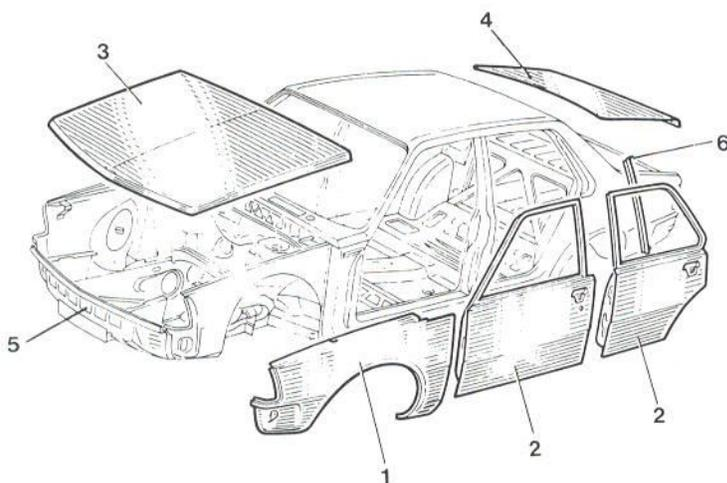

Figura 4. La zona de planchas de revestimiento, que son las destacadas en esta figura, son las que más corrientemente vamos a tener que reparar.
2° Las abolladuras producidas en las partes más o menos centrales de las planchas de revestimiento suelen ser de fácil reparación ya que no afectan al resto de sus planchas vecinas. Nuestro campo de acción lo encontraremos preferentemente en las aletas de protección de las ruedas (1, en la figura 4), en la plancha de revestimiento de las puertas (2) y en el capó, tanto el delantero como el trasero (3 y 4 respectivamente). Los golpes en la calandra (5) y en el panel trasero (6) deberán ser estudiados cuidadosamente pues en estas lonas se encuentran travesaños de alta resistencia que forman importante parte de la estructura de la carrocería.